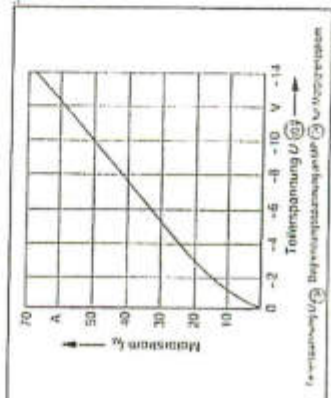

Abb. 9: Spannungsparameter für Motorgrenzstrom
2. Die Grenzstromein- kann nach dem Diagramm (Abb. 9) erfolgen, wo darf die Angabe auf dem Programmiermodul nicht überschreiben, die dem doppelten anhm. Mittelwert des Motor-Nennstromes entspricht. Dazu Spannung am Meßpunkt 104 (Achse 1), 204 (Achse 2), 304 (Achse 3) mit Trimmer P 104 (Achse 1), P 204 (Achse 2), P 304 (Achse 3) einstellen.